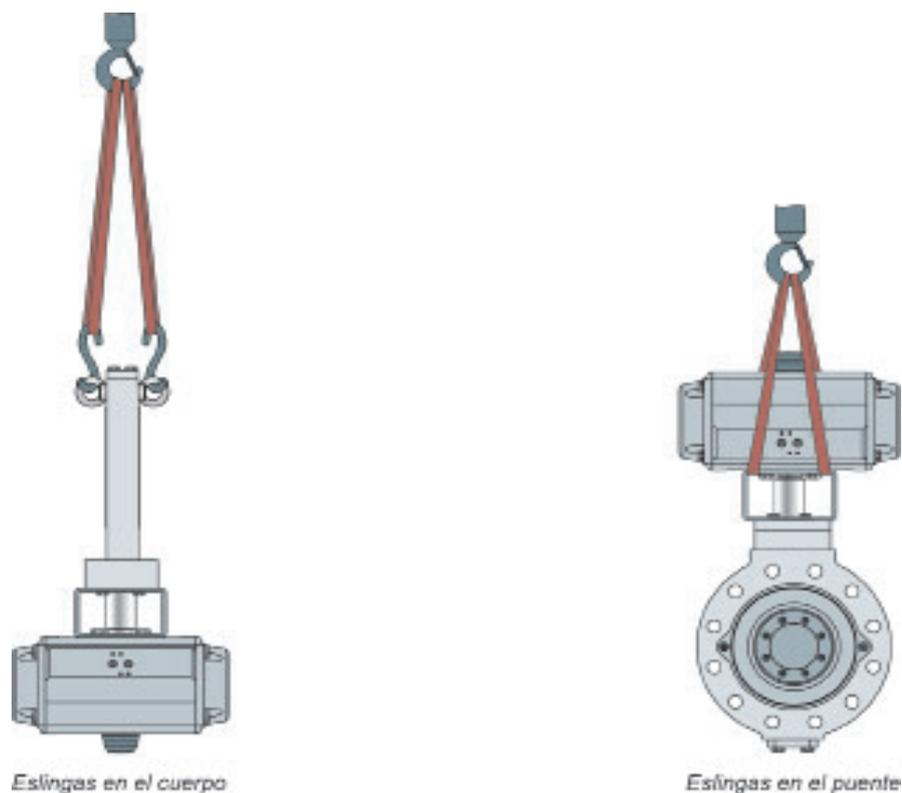

Fig. 4-1: Puntos de elevación en la válvula de mariposa BR 14p -Tipo PSA
- ⇒ Utilizar un gancho con pestillo de seguridad en el dispositivo de elevación (ver Fig. 4-1) que impida que las eslingas se deslicen durante el levantamiento y transporte.
- ⇒ Fijar una eslinga desde el dispositivo de elevación (grúa o carretilla) hasta cada una de las anillas, ver Fig. 4-1. Prestar atención a la seguridad, la capacidad de carga y la longitud de las eslingas.
- ⇒ Fijar eslingas entre el puente y el dispositivo de elevación (p. ej. gancho) de la grúa o carretilla elevadora, ver Fig. 4-1. Prestar atención a la seguridad, la capacidad de carga y la longitud de las eslingas.